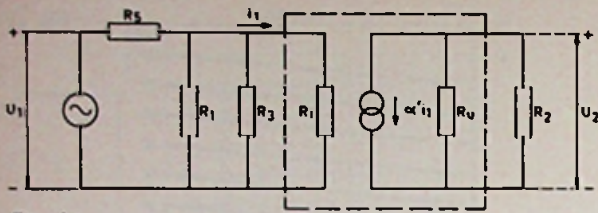

Fig. 14
- Voor het berekenen van de versterking gebruiken we een wisselstroom-vervangschema, fig. 14. Het omliggende gedeelte is het vervangschema van de transistor. (Uit het feit dat de $U_{BE} - U_{CE}$ karakteristieken horizontaal lopen ziet men dat er geen terugwerking is.) Voor de ingangswaarde R_i lezen wij in het onderste gedeelte van fig. 13 af:
Voor de ingangsstroom i_1 van de transistor berekenen wij nu aan de hand van fig. 14: